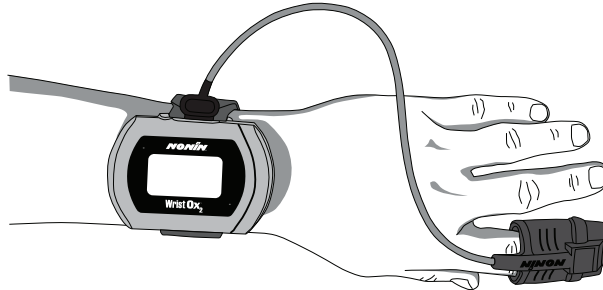

Figure 21: Application du capteur au patient
8. Appliquez le capteur au patient (figure 21). Pour les sites d'application appropriés du capteur, les mises en garde et les avertissements concernant le capteur, reportez-vous au mode d'emploi de ce dernier.